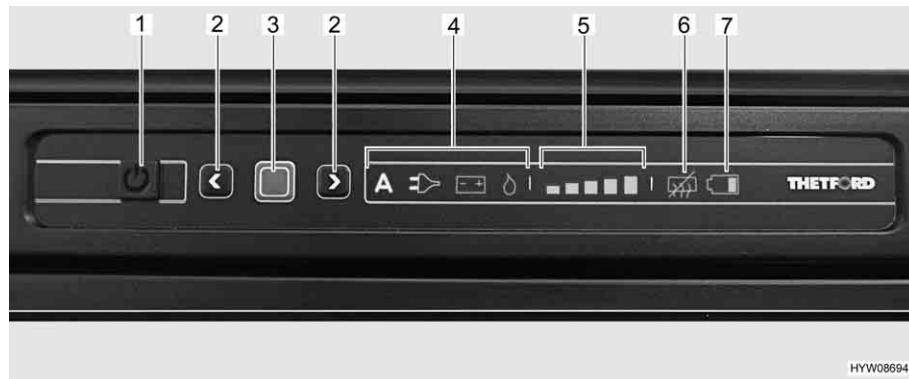

Fig. 98 Elementi di comando del frigorifero
Dopo l'accensione, il frigorifero seleziona automaticamente la regolazione del termostato impostata per ultima. Questa impostazione può essere modificata manualmente con i tasti freccia (Fig. 98,2). Le barre luminose dell'indicatore del livello di refrigerazione (Fig. 98,5) visualizzano la temperatura selezionata sul termostato.
Con i tasti freccia (Fig. 98,2) viene regolata la temperatura di refrigerazione per tutti i tre tipi di energia. Ci vogliono alcune ore prima che il frigorifero raggiunga la temperatura di esercizio impostata. Cambiando la modalità di funzionamento la regolazione del termostato non viene modificata. La temperatura di refrigerazione è indipendente dal tipo di energia utilizzata.
- Premere il tasto On/Off (Fig. 98,1) per 1 secondo. Il tasto si illumina di verde. Gli indicatori si illuminano per 10 secondi, quindi vengono smorzati per risparmiare energia.
- Premere il tasto di conferma (Fig. 98,3). L'impostazione attuale della modalità di funzionamento viene visualizzata.
- Premere il tasto di conferma (Fig. 98,3) per 2 secondi. Il simbolo della modalità di funzionamento (Fig. 98,4) lampeggiava.
- Selezionare la modalità di funzionamento desiderata con i tasti freccia (Fig. 98,2).
- Premere il tasto di conferma (Fig. 98,3) per 2 secondi. I simboli della modalità di funzionamento lampeggiano.
- Premere nuovamente il tasto di conferma. L'indicatore del livello di refrigerazione (Fig. 98,5) lampeggiava.
- Selezionare la potenza di raffreddamento desiderata con i tasti freccia (Fig. 98,2).
- Premere il tasto On/Off (Fig. 98,1) per circa 2 secondi. Tutte le spie si spengono.
Spegnimento: ■ Premere entrambi i tasti freccia (Fig. 98,2) contemporaneamente per circa 2 secondi. Il simbolo di disattivazione della funzione anti-condensa (Fig. 98,6) si illumina.
Accensione: ■ Premere entrambi i tasti freccia (Fig. 98,2) contemporaneamente per circa 2 secondi. Il simbolo di disattivazione della funzione anti-condensa (Fig. 98,6) si spegne.